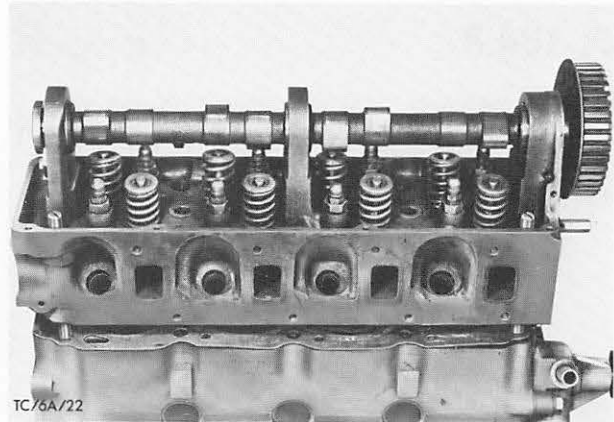

Abb. 116 Zylinderkopf mit Hilfe von Zentrierbolzen 21-003 auflegen
54. Spezialwerkzeug 21-003, wie in Abb. 116 gezeigt, eindrehen und Zylinderkopfdichtung auflegen.